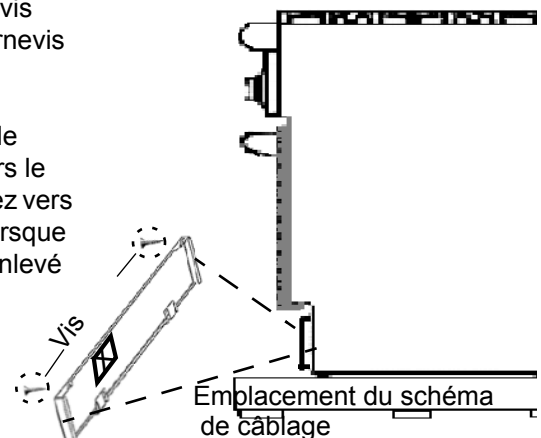
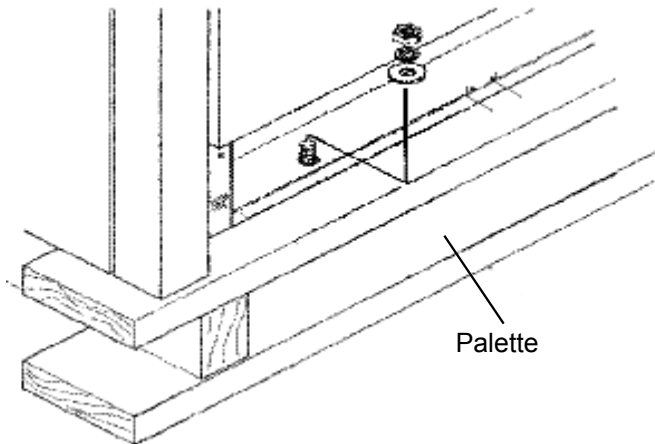

Figure 4 : Retrait du panneau de seuil (plinthe)
Figure 5 : Enlèvement des quatre (4) boulons de transport
3. Les cuisinières sont fixées aux palettes avec quatre (4) boulons (consultez la Figure 5). Vous devez enlever le panneau de seuil pour avoir accès aux boulons de l'avant de la palette (consultez la Figure 4). Pour enlever le panneau de seuil (plinthe), enlevez les deux vis situées sous les coins inférieurs de la cavité du four et soulevez le panneau de seuil hors des deux saillies de la base de la cuisinière (consultez également la section « Figure 29 à la page 27 »).